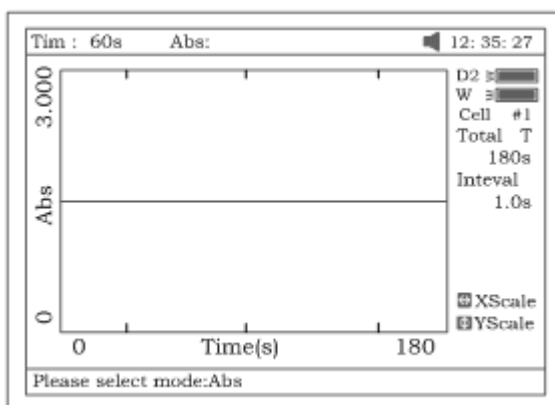

Рисунок 55
2. Выберите режим анализа ("Abs" или "%T") нажатием клавиши **[F2]** (рис.55).